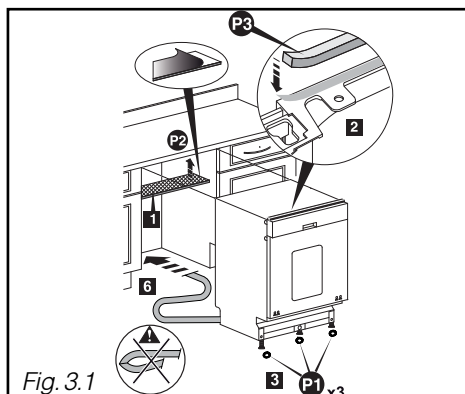

Fig. 3.1
- Klæb den damphindrende plade **P2** på (Fig. 3.1)
- Klæb skumlisten **P3** på (Fig. 3.1)
- De tre glidebeklædninger **P1** klippes på fodstykkerne, så opvaskemaskinen bliver lettere at skubbe (Fig. 3.1).